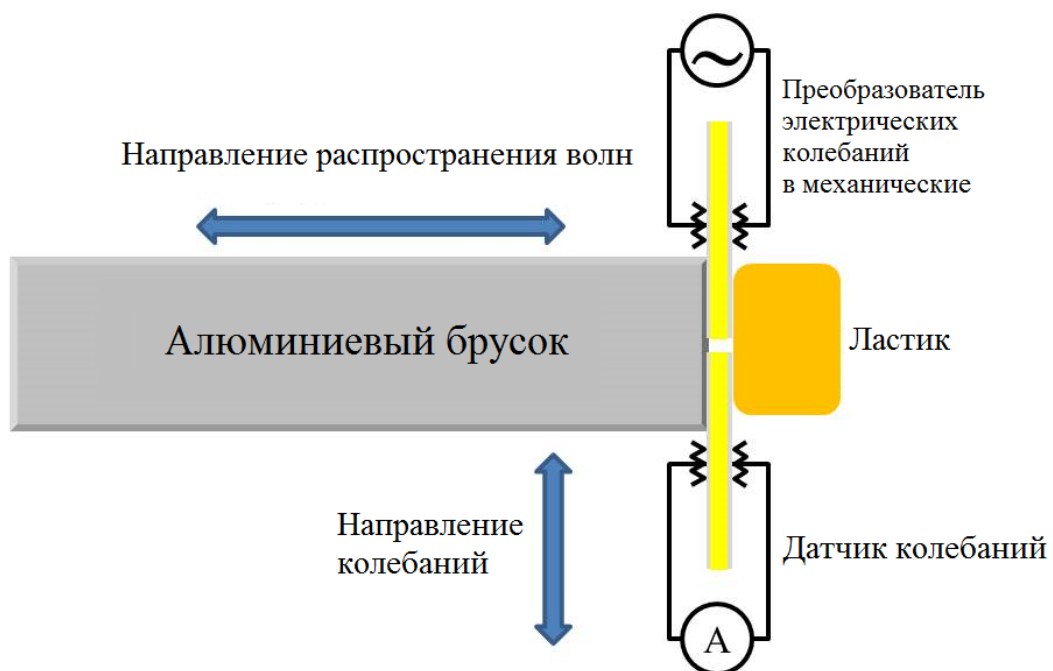

Рисунок 11. Схема измерения скорости поперечных волн (вид сверху)
Сначала измерьте скорость поперечных волн. Как уже было сказано в **части В**, пьезопластинка колеблется преимущественно вдоль её длинной стороны. Расположите пьезопластинки так, как показано на рис. 11. Колебания первой пластинки будут передаваться бруску благодаря трению, генерируя таким образом поперечные волны.
1. Следуя пунктам (2-4), соберите экспериментальную установку, показанную на рис. 11. Обратите внимание, что пластмассовая коробка специально сконструирована для выполнения этого эксперимента.
2. Поместите алюминиевый брусок в пластмассовую коробку и с одного конца прижмите к нему две пьезопластинки ластиком (рис. 11). Пластинки не должны касаться друг друга.
1. Следуя пунктам 2-5 ниже, соберите экспериментальную установку, показанную на рис. 11. Обратите внимание, что пластмассовая коробка специально сконструирована для выполнения этого эксперимента.